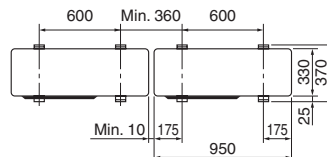

Fig. 3-1
- Assicurarsi di installare l'unità su una superficie solida e in piano, per evitare rumori di sbalzo durante il funzionamento. (Fig. 3-1)